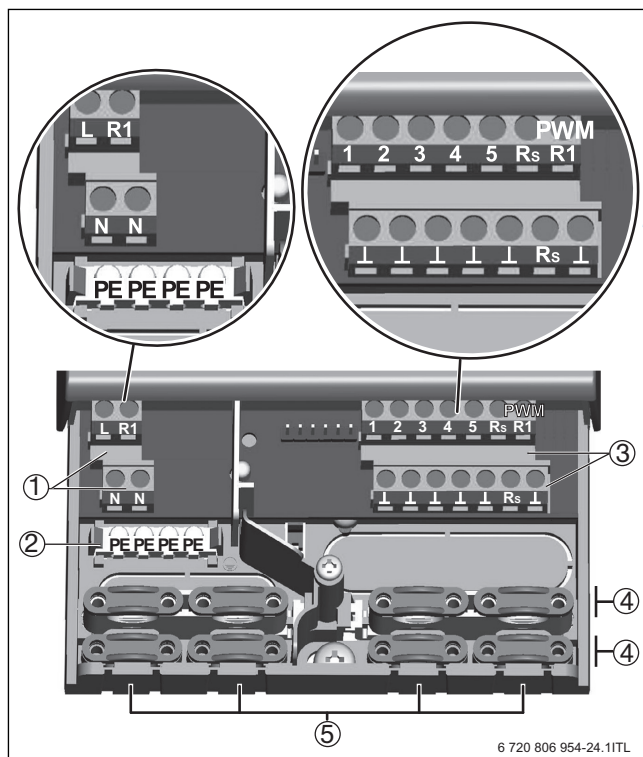

Bild 24 Anschlussklemmen im unteren Teil des Reglers
- ▶ Elektrische Anschlüsse nach Anschlussplan vornehmen (→ Kapitel 6.2.1, Tabelle 10 und Bild 24).
Linke Klemmleiste	Netzspannung, 230 V~, 50 Hz (→ Bild 24 [1])
PE (→ Bild 24, [2])	Anschluss sämtlicher Schutzleiter PE
Rechte Klemmleiste	Niederspannung, DC (→ Bild 24 [3])
- ▶ Benötigte Leitungsöffnungen (→ Bild 24, [3]) links und rechts mit einem geeigneten Messer einschneiden und ausbrechen.